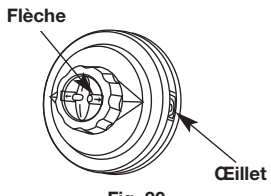

Fig. 30
1. Alignez les flèches sur le bouton de bosse avec les oeillets de couverture de bobine, si elles ne sont pas déjà (Fig. 30).